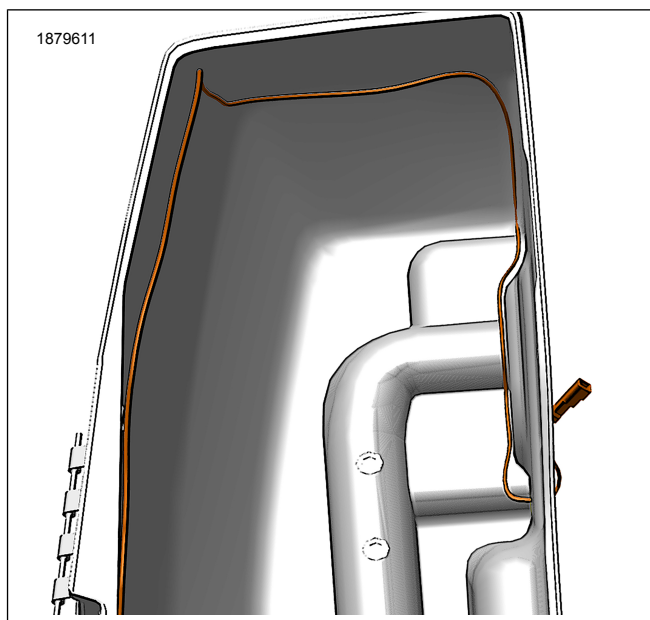

Figure 7. Acheminement du faisceau électrique
8. Consultez Figure 1 et Figure 7. Acheminez le harnais à l'intérieur de la sacoche et fixez-le à l'aide des sangles de câble (6) et des ancrages (8).